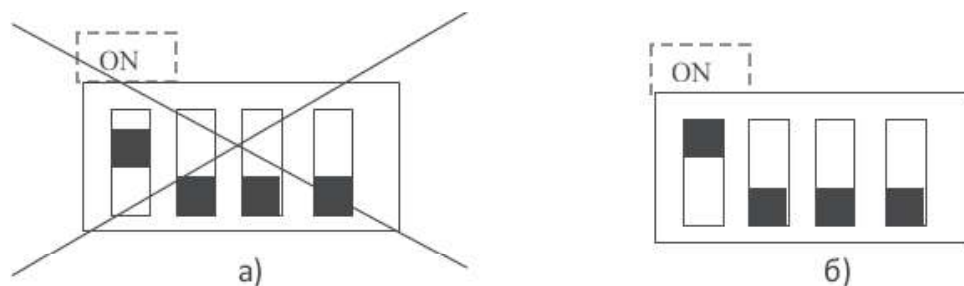

Рис. 8.7
8.4.3. При установке ползунка DIP-переключателя в определенное положение он должен быть передвинут до упора и не находиться в промежуточном положении. На рис. 8.7.(а) показано неправильное положение ползунка, на рис. 8.7.(б) — правильное.